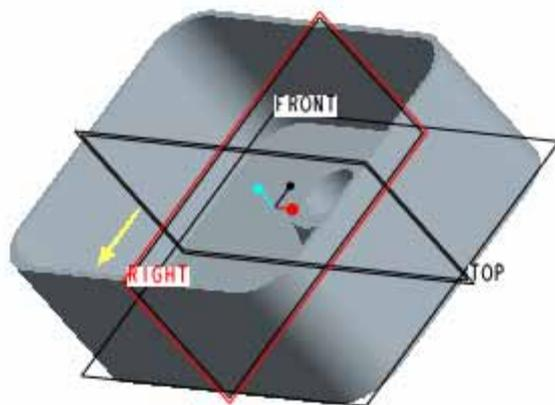

图 9-3
- (1) 单击菜单【插入】 【筋】选项，打开筋特征操控板。
- (2) 单击  按钮，打开【剖面】对话框，选择基准面 TOP 作为草绘平面，选择 RIGHT 基准面为参照面，如图 9-3 所示。